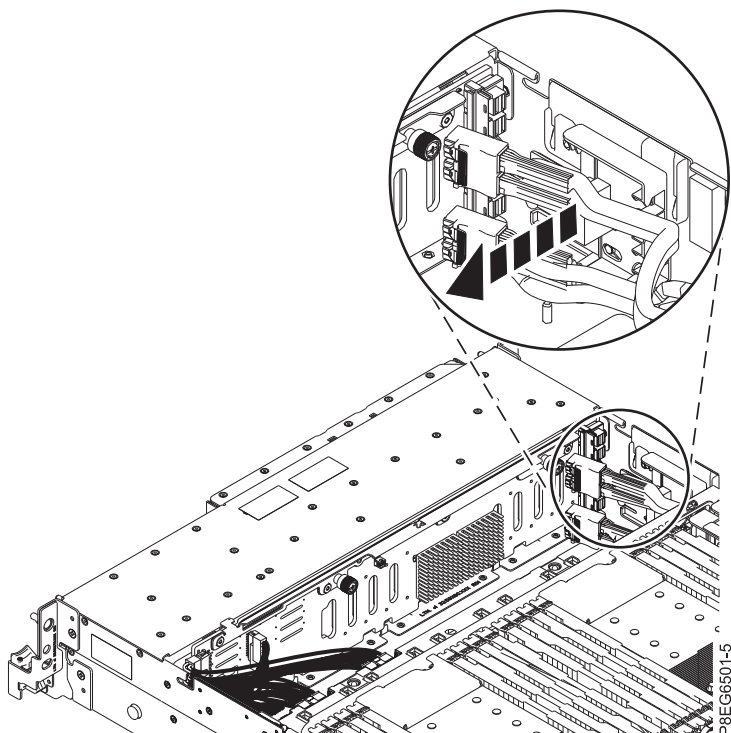

Figura 15. Cómo desencajar los cables SAS
4. Desencaje los cables SAS frontales de la guía de cables de la parte lateral del chasis del sistema, como se muestra en la Figura 15.